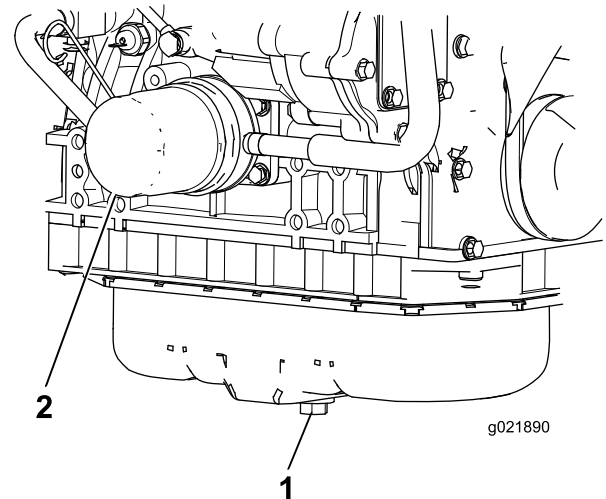

Figura 52
1. Retire el tapón de vaciado (Figura 52) y deje fluir el aceite a un recipiente apropiado. Una vez que se haya vaciado todo el aceite, coloque el tapón de vaciado.
2. Retire el filtro de aceite (Figura 52). Aplique una capa ligera de aceite limpio al filtro nuevo antes de enroscarlo. **No apriete demasiado.**